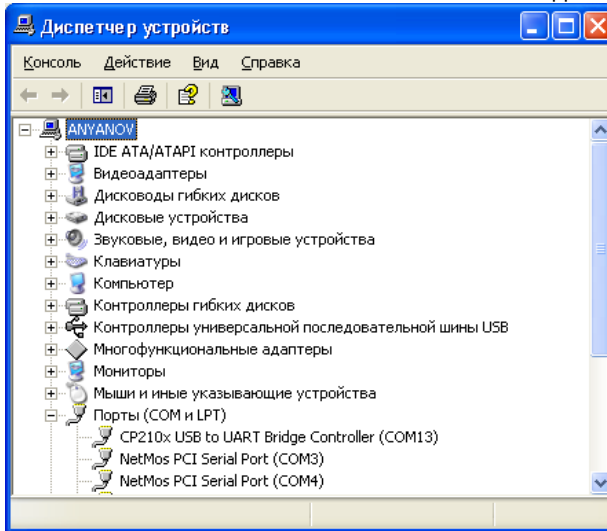

Рисунок 1
5.3 Для совместной работы блока с ПК требуется установить драйвер для "ТОПАЗ-185-03" ("USB_UART_driver for Topaz185-03"), который можно загрузить из интернета с сайта www.topazelectro.ru . После установки драйвера в диспетчере устройств создается виртуальный COM-порт. Номер порта можно посмотреть в диспетчере устройств: Пуск > Панель управления > Система > Оборудование > Диспетчер устройств > Порты (COM и LPT) > CP210x USB to UART Bridge Controller (рисунок 1).